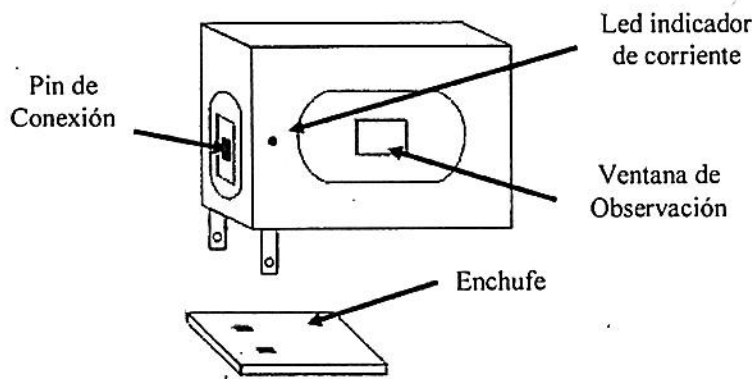

Fig. 6.2-5 Regeneración de la tarjeta de absorción de humedad
- Retirar de la caja seca la tarjeta de absorción de humedad y electrificarla con 110V - 240V CA tal como muestra la Fig. 6.2-5.